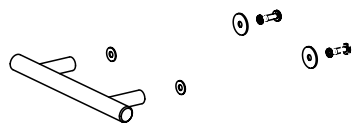

FIG. 5
1. Monter la poignée du réservoir comme indiqué à la Fig. 5.